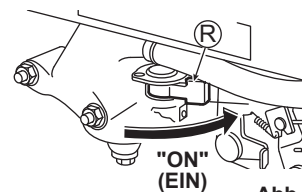

Abb. 9
2. Stellen Sie den Kraftstoffhahn (R) auf "ON" (EIN). (Siehe Abb. 9)